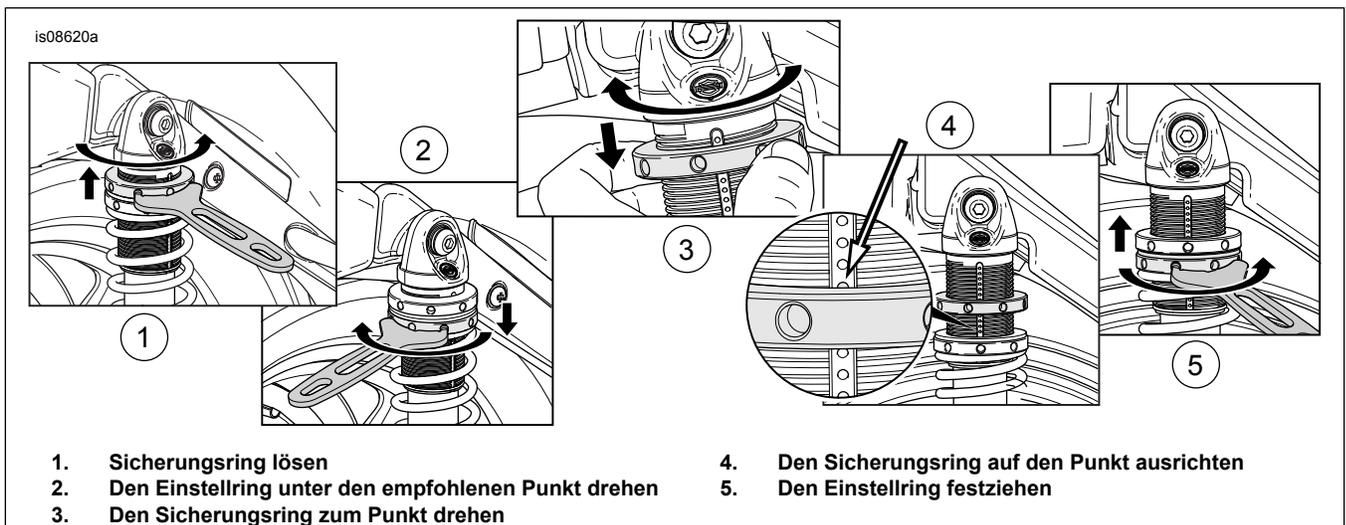

Abbildung 3. Vorspannungseinstellung
3. Siehe Abbildung 3. Den oberen Sicherungsring mithilfe des Hakenschlüssels gegen den Uhrzeigersinn (1) drehen, um den Ring zu lösen: